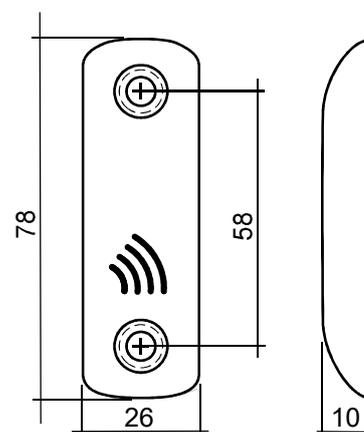

Рис.2 Габариты изделия.
1. Разметьте и просверлите отверстия для крепления под размер отверстий считывателя (рис.2).